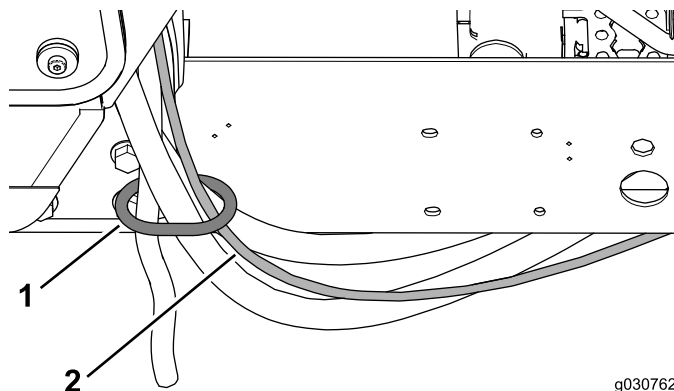

Figura 39
1. Encaminhe o tubo de lavagem através do anel dos tubos na montagem da cabine traseira (Figura 39).